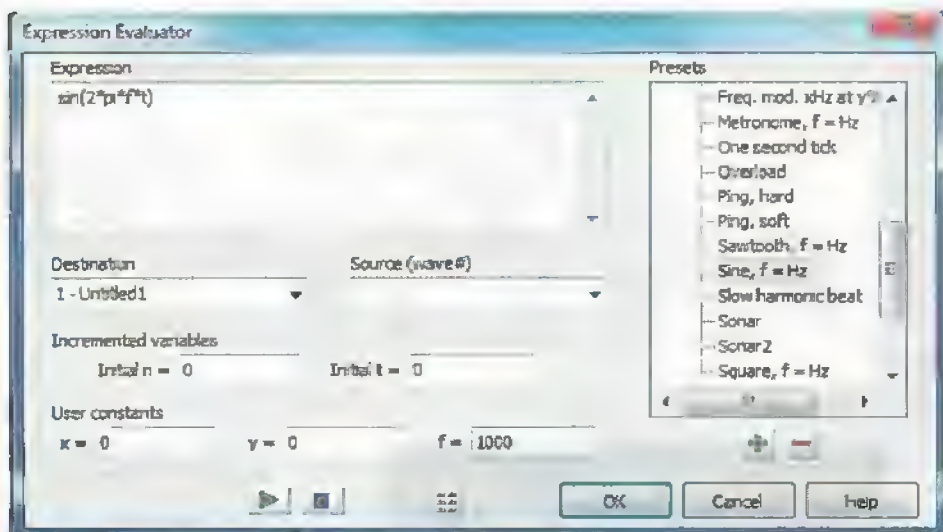

Рис. 5
4. Далее выбираем форму сигнала (синусоидальной формы) и задаем его частоту, например 1 кГц (рис. 5), кликаем кнопку OK, в результате в окне редактора появляется сигнал частотой 1 кГц, уровнем 0 дБ (по амплитуде) и длительностью 3 с.